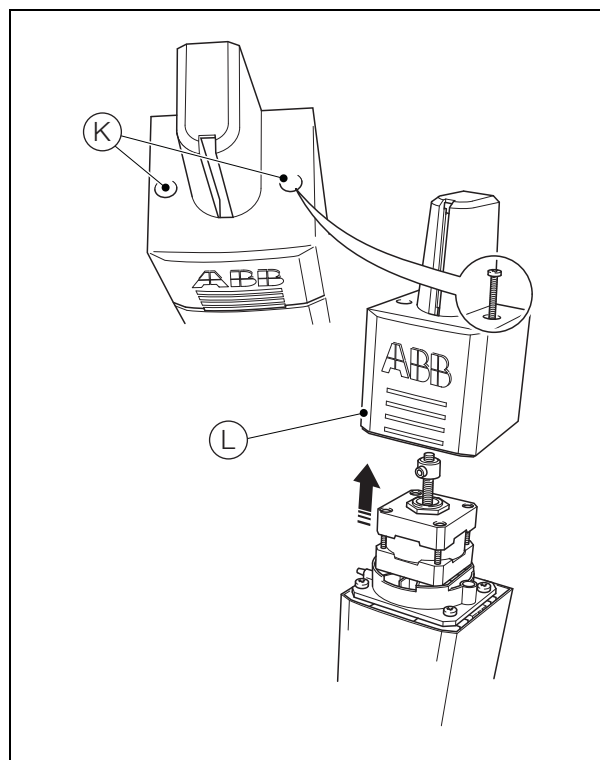

Fig. 13.12 Retirar a tampa superior da célula de medição
5. Tendo por referência a Fig. 13.12, retire os dois parafusos (K) e retire a tampa superior da célula de medição (L).
11. Tendo por referência a Fig. 13.12, coloque novamente a tampa superior (L) e prenda com os dois parafusos (K).